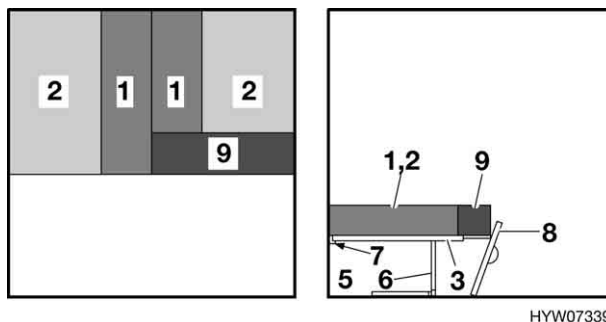

Fig. 38 Dopo la trasformazione
- Posizionare i cuscini dello schienale (Fig. 38,1) tra i due cuscini del divano (Fig. 38,2).
- Applicare a seconda del modello il cuscino aggiuntivo (Fig. 38,9).